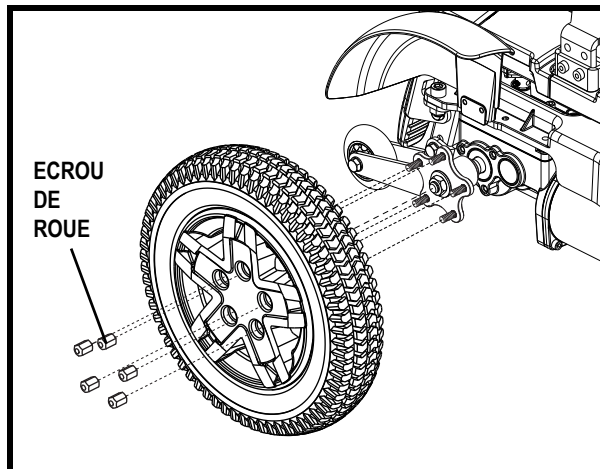

Figure 24. Roue motrice Lightning
4. Retirez les écrous de roue du moyeu. **Voir la figure 24.**